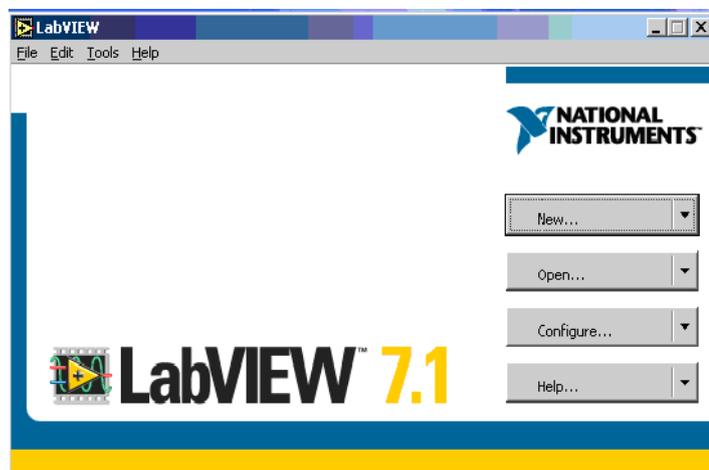

Рис. 1. Диалоговое окно программы LabVIEW
1. Открыть диалог с помощью значка  на рабочем столе или через команду **Программы** главного меню **Пуск**, показанный на рис. 1.
2. На диалоге **LabVIEW** (рис. 1) щелкните мышью на кнопке **New** (Новый), для того чтобы открыть диалог **New**.